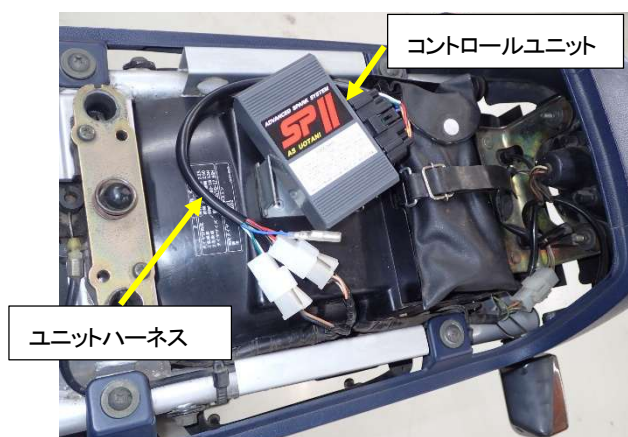

図2
- ②外したコネクタへ、SP2 ユニットハーネスを使用して SP2 コントロールユニットを接続して下さい(図2)。
- ④ガソリタンクを外しノーマルイグニッションコイルを取外して下さい。
- ⑤8ページ「プラグコードコネクタ装着方法」に従ってプラグコードを SP2 コイルに装着して下さい。プラグコードノックキャップはリーク防止の為、新品又は良品を使用して下さい。
- ⑥SP2 コイルを、6\*25mmボルト、6\*10スペーサを使用し、位置を調整して取り付けて下さい(図2、3)。